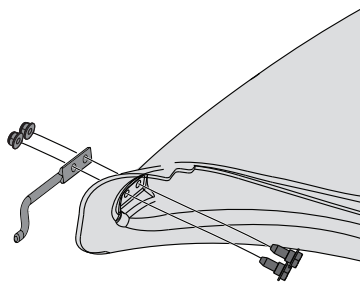

Figure 16
- Passez deux boulons (738-1225) du kit de quincaillerie du coude de la goulotte (689-02199) dans les trous situés à la base de l'avant du coude. Voir Figure 16.
- Placez la tige de montage (747-06309) sur les deux boulons, avec l'extrémité de la tige dans la direction opposée du coude. Voir Figure 16.
- Placez les écrous autobloquants (712-04064) sur les boulons et serrez-les. Voir Figure 16.